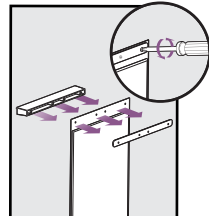

FIG. 17
4. Inserire un nuovo flap in vinile e posizionarlo orizzontalmente e verticalmente in modo che si adatti al telaio della porta. Sostituire la barra esistente e serrare le viti in posizione (**Fig. 17**).